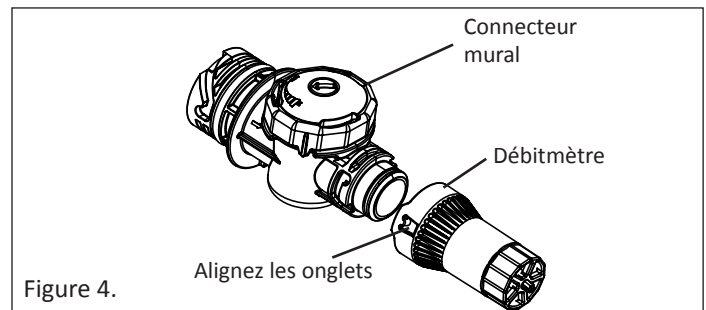
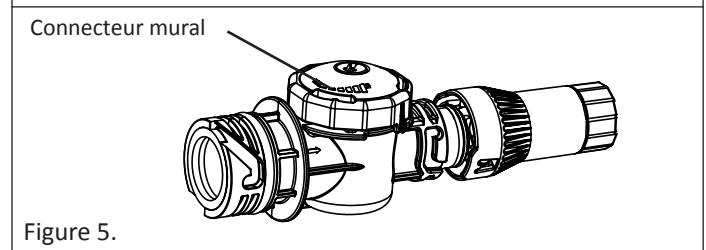

Figure 4.
Figure 5.
1. Connectez le débitmètre au raccord mural en alignant les deux onglets sur le débitmètre. **Voir la Figure 4.** Poussez et tournez le débitmètre dans le sens horaire jusqu'à ce qu'il s'arrête, puis tirez-le légèrement de la paroi. Assurez-vous que le débitmètre est verrouillé en place en le tournant dans le sens antihoraire tout en le tirant légèrement. **Voir la Fig. 5.**